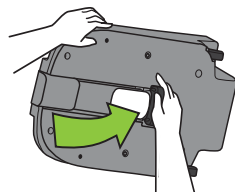

Figura 54
- Dé la vuelta a la base y gire el pie de carga hacia el compartimento de almacenamiento del pie de carga en la parte inferior de la base. Presione hacia abajo el pie de carga para bloquearlo en su lugar, como se muestra en la **Figura 54**.